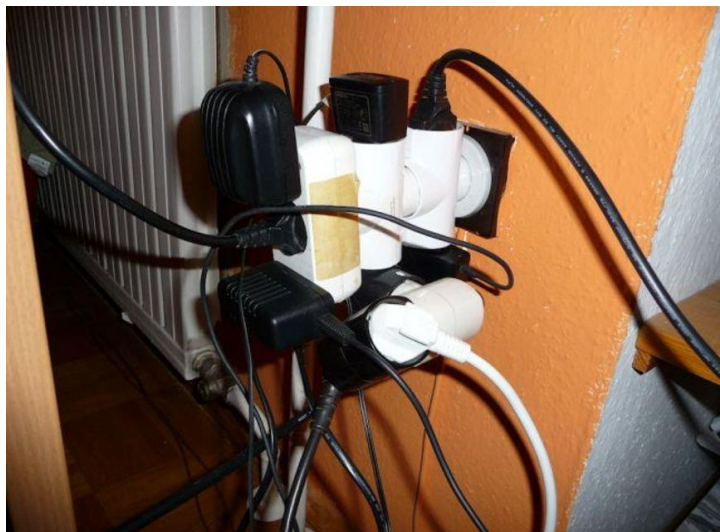

Figura 6 – Tomada eléctrica sobreutilizada
- **Sobreutilização das tomadas**, com excesso de *equipamentos a elas ligadas* (**sobreaquecimento**) – ver Figura 6.